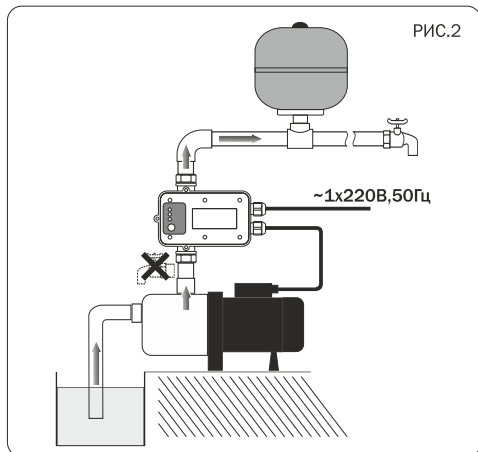

РИС.2
5.1 Реле PRESSCONTROL устанавливается в напорной магистрали насоса между насосом и первой точкой водоразбора (рис.2). Не допускаются точки водоразбора между насосом и устройством. Обратите внимание, что направление потока воды, проходящего через устройство допустимо только в одном направлении согласно рис.2 .
Внимание: Если в системе устанавливается гидроаккумулятор (мембранный бак), то он должен быть установлен в напорной магистрали после реле по ходу движения воды от насоса (рис.2). Методика расчета объема бака и его настройки в данном руководстве не приводится.